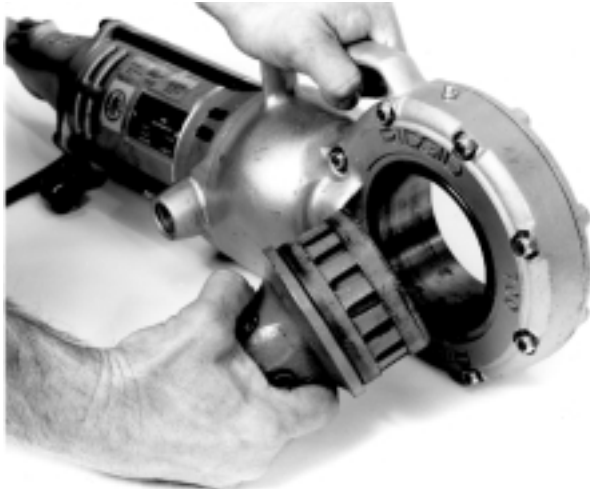

Figure 4 – Installation de l'adaptateur d'entraînement n° 774
- a. Enfoncer l'adaptateur d'entraînement, cannelures en premier, dans l'engrenage du système d'entraînement jusqu'à ce que les cliquets d'arrêt s'engagent (*Figure 4*).